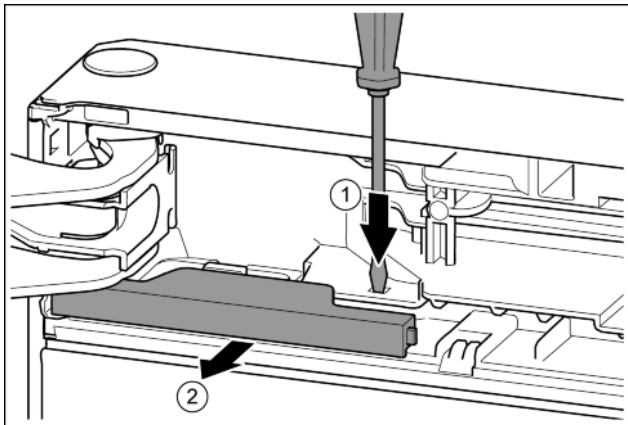

Fig. 9
- Pousser la languette avec un tournevis plat. *Fig. 9 (1)*
- Sortir le cache de l'encliquetage. *Fig. 9 (2)*